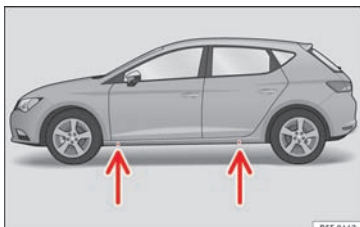

Fig. 74 Tværvange: markeringer
- Find på længdevangen markeringen til det løftepunkt til donkraften (det sted, der er trykket ind), der er tættest på det hjul, som skal skiftes » » » **Fig. 74**.